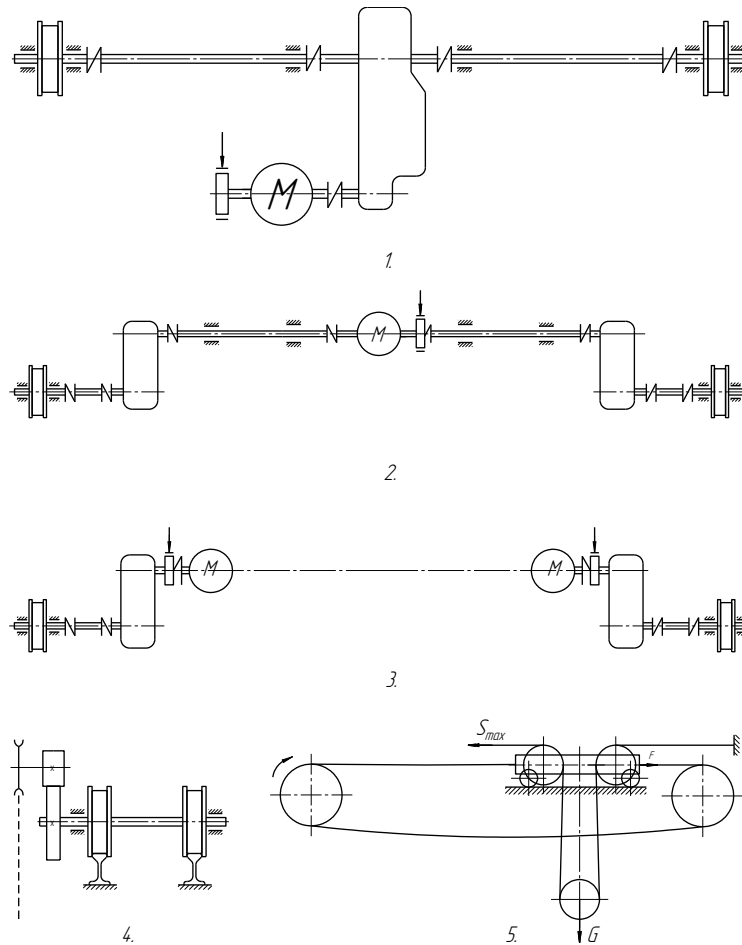

Рисунок 3.3.1 – Схемы механизмов передвижения кранов
3.3.1 Укажите схему привода механизма передвижения с быстроходным трансмиссионным валом (рисунок 3.3.1):
3.3.2 Укажите схему механизма передвижения с ручным приводом (рисунок 3.3.1):
3.3.3 Укажите схему механизма передвижения с бестрансмиссионным приводом (рисунок 3.3.1):
3.3.4 Укажите схему механизма передвижения с тихоходным трансмиссионным валом (рисунок 3.3.1):
3.3.5 Укажите схему механизма передвижения, привод которого расположен отдельно от перемещаемого объекта (рисунок 3.3.1).